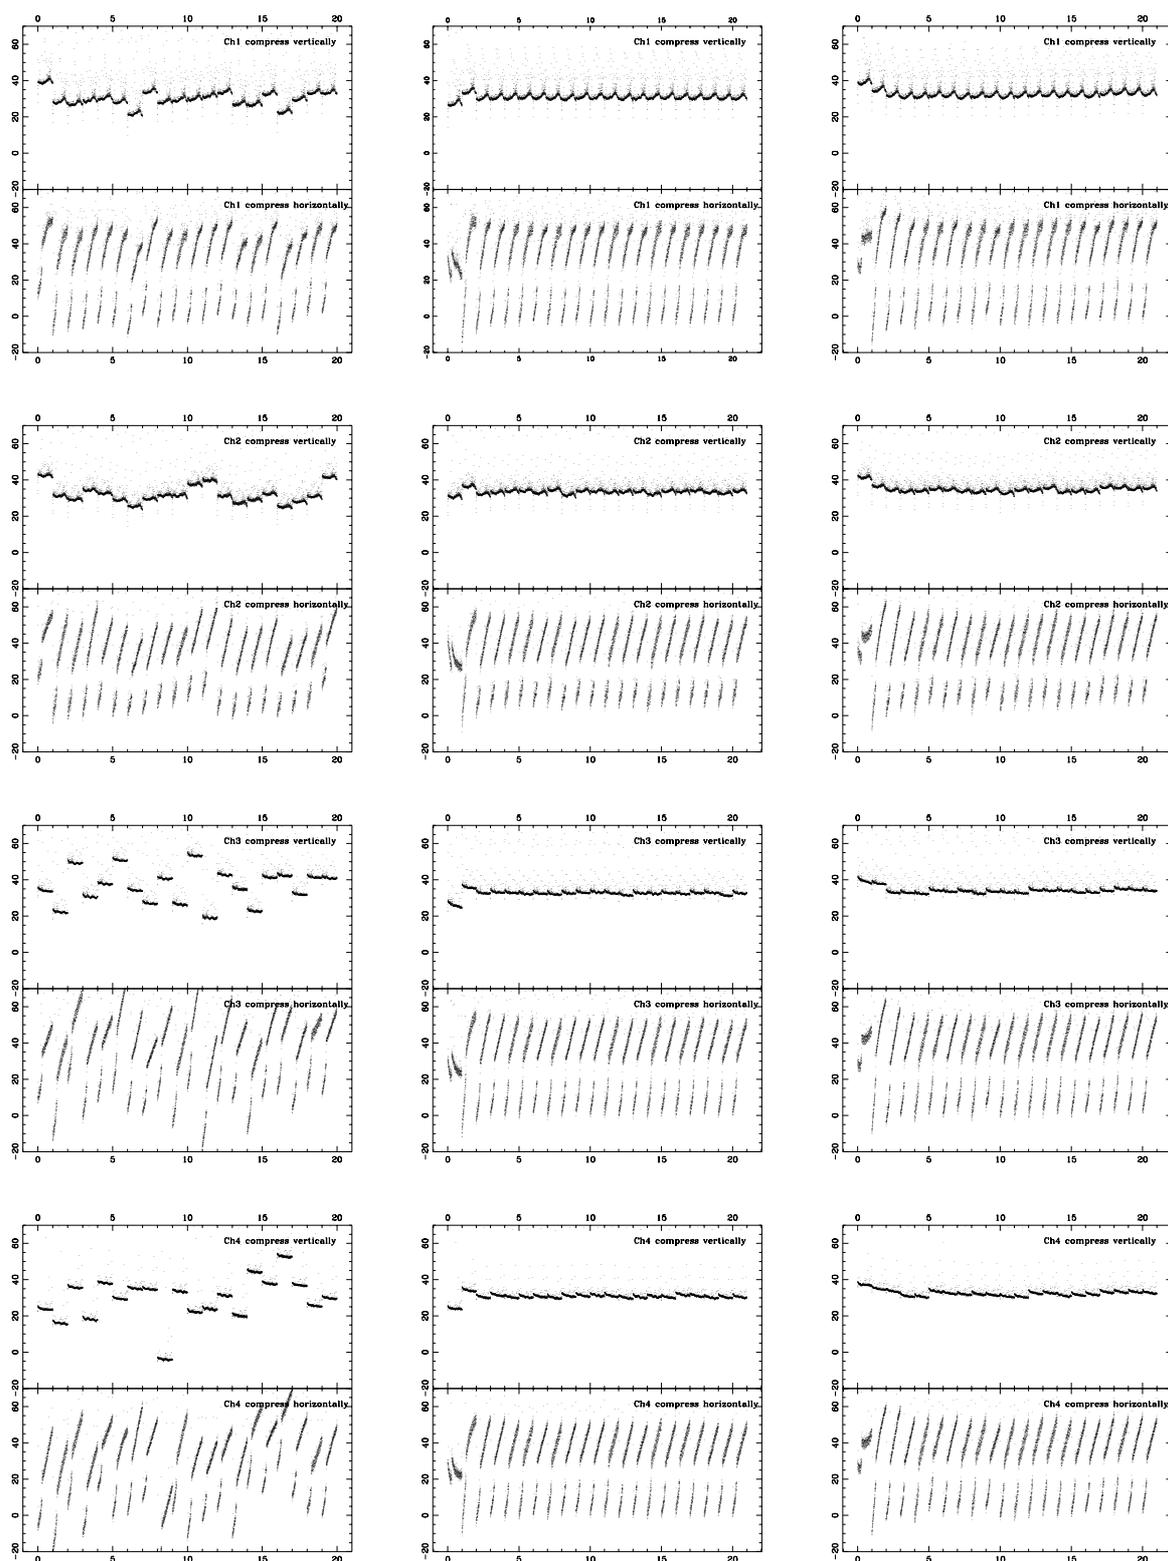

図 2: 77K で取得した全フレームを縦方向と横方向に 2次元化して並べたもの。上段から順に、コドラント 1, 2, 3, 4。左から順に 0054 ~ 0073, 0143 ~ 0163, 0164 ~ 0184。
- 常温で横方向に1次元化すると2段に分かれているのが分かる。常温ではフレームに1ピクセル毎の縞が現れ、それがこのように見えている。平均フレームを引いたあともこの縞が少し残っている(図2)ところを見ると、常温での安定度も1ピクセル毎に違うらしい。岩室さんによると NICMOS 系の検出器はそのように作られているらしい。(本当か?)
上の画像は reset\_scan-scan で得たフレーム。各コドラント途中で線が入って、さらに画面が10ADU程度傾いている。また、20枚連続してとった時には2枚目以降のフレームの傾きがはるかに大きくなって、100ADUに達してしまう(図2)。